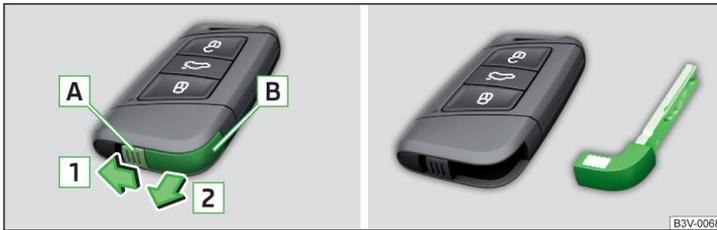

Abb. 45 KESY-Schlüssel
- Die Rastnase **A** in Pfeilrichtung **1** entriegeln » Abb. 45.